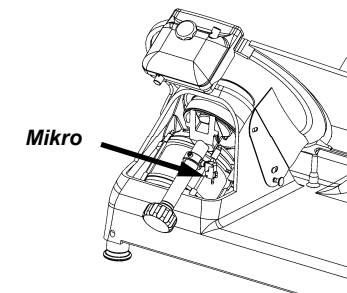

Abb. 32
- Mikroschalter auf der Schneideblattabdeckung, der ein Anhalten der Maschine verursacht, wenn der Zugstab der Abdeckung entfernt wird und ein wiederholtes Einschalten nur dann erlaubt, wenn der Zugstab wieder angebracht wird (Abb.32);